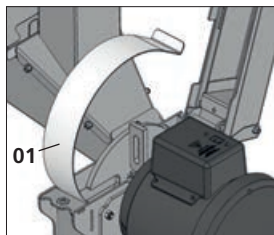
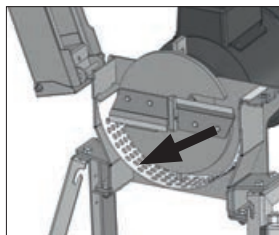

Fig. 15
Fig. 16
Inicie a colocação da peneira pelo lado curvado (1) [Fig. 15]. Abra a tampa e coloque a peneira de forma que a sua curvatura se apoie completamente nas guias internas ao corpo da máquina [Fig. 16].